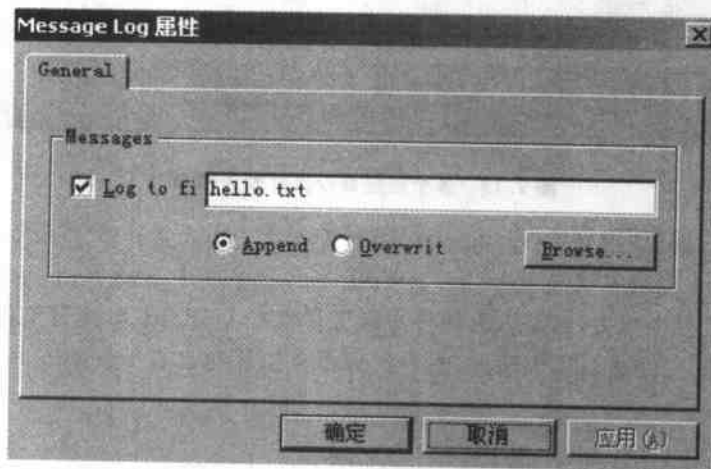

图 7.15 Message Log 属性窗口
- (1) 选择 File→Load Program 项,加载 hello.out 文件。
- (2) 选择 Debug→Go main 项,编辑窗口将显示 hello.c 文件内容,而且 main 函数的第一行被高亮显示,表明程序执行到此行后暂停。
- (3) 选择 Tools→DSP/BIOS→Message Log 项,此时将在 CCS2 窗口下方出现 Message Log 区域。
- (4) 在 Message Log 区右击,在弹出的菜单中选择 Property Page,在 Message Log 属性窗口的 Log to fi 栏输入 hello.txt 作为文件名,如图 7.15 所示。单击 OK 按钮。